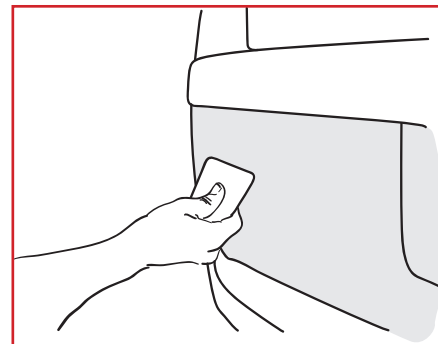

Figure 05
► Pour un meilleur glissement de la raclette, vaporiser sur film CARPROTECT le mélange (A) puis l'appliquer avec la MARBLEU, en l'inclinant à 45°. Bien appuyer pour adhérer à la surface et éliminer l'eau. (FIG. 05)